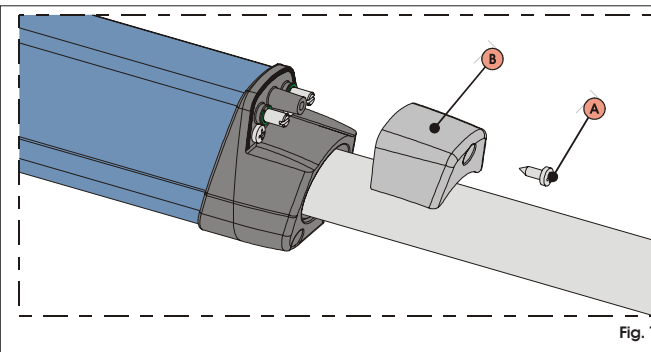

Fig. 19
- 1) Destornille el tornillo de fijación superior, Fig.19 ref.A, y extraiga la tapa, Fig.19 ref.B.
- 5) Reponga de nuevo la tapa, Fig.19 ref.B, y apriete el tornillo de fijación, Fig.19 ref.A.